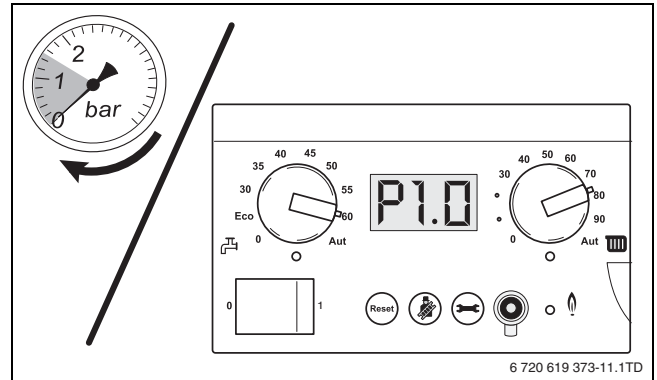

Bild 60 Druckanzeige ablesen
- Hierbei den Druck am analogen Druckmessgerät an der Anschlussgruppe oder am Bedienfeld des BC10 (→ Bild 60) ablesen.
- ▶ Betriebsdruck auf dem analogen Manometer oder auf dem Display des BC10 (→ Bild 60) erneut ablesen. Wenn der Druck unter 1,0 bar liegt, muss das oben beschriebene Füll- und Entlüftungsverfahren so oft wiederholt werden, bis der gewünschte Druck erreicht ist und die Heizungsanlage luftfrei ist.